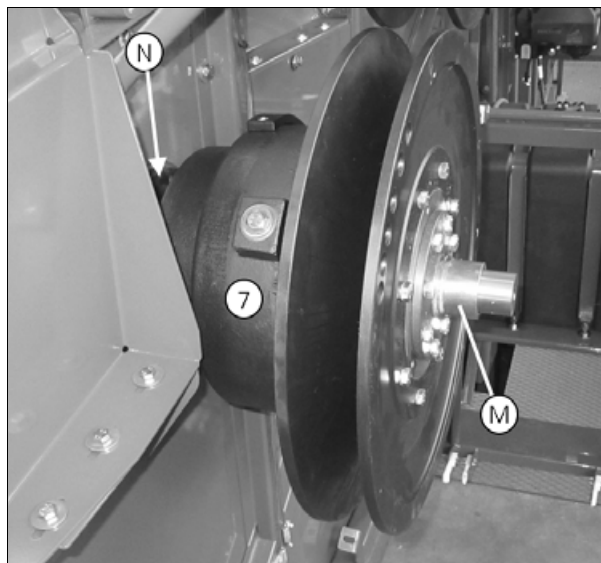

Рис. 7.
4. Снимите вариатор с вала и опустите на пол при помощи крана или подходящего подъемного механизма, см. (рис. 7).